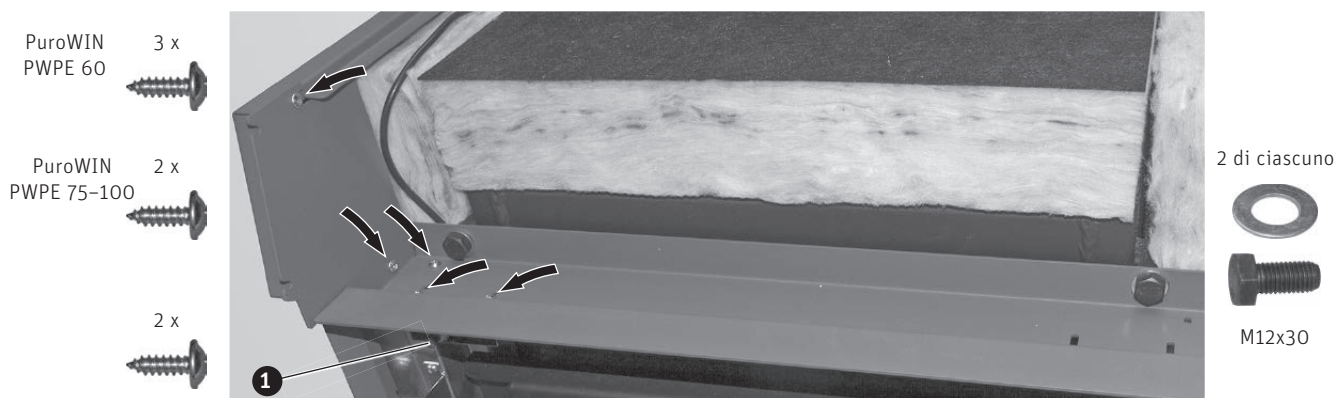

Fig. 40 Montare l'elemento di collegamento superiore e l'interruttore di sicurezza porta (illustrazione PuroWIN PWPE 60)
- ▶ Fissare l'elemento di collegamento superiore alla caldaia, dapprima solo a mano, con 2 rondelle e 2 viti a testa esagonale M12x30; una volta montate tutte le parti del rivestimento e aggiustato il rivestimento (dimensioni delle fessure), serrare le viti – Fig. 40.
- ▶ Avvitare l'elemento di collegamento superiore e la parete laterale sinistra con 2 viti autofilettanti – Fig. 40.
- ▶ **Solo su PuroWIN PWPE 60:** Montare l'interruttore di sicurezza porta con 2 viti autofilettanti sull'elemento di collegamento superiore, che va regolato una volta montata la porta di contenimento – Fig. 40.